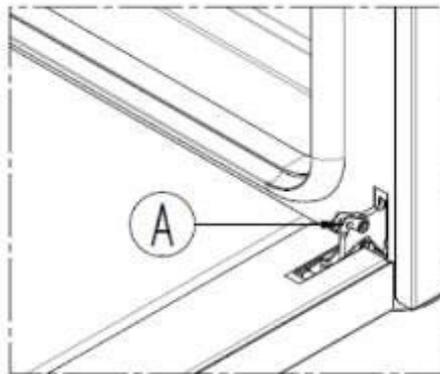

rys. 5
- włożyć wyposażone zaślepki w otwory „A” na zawiasach (rys. 5);